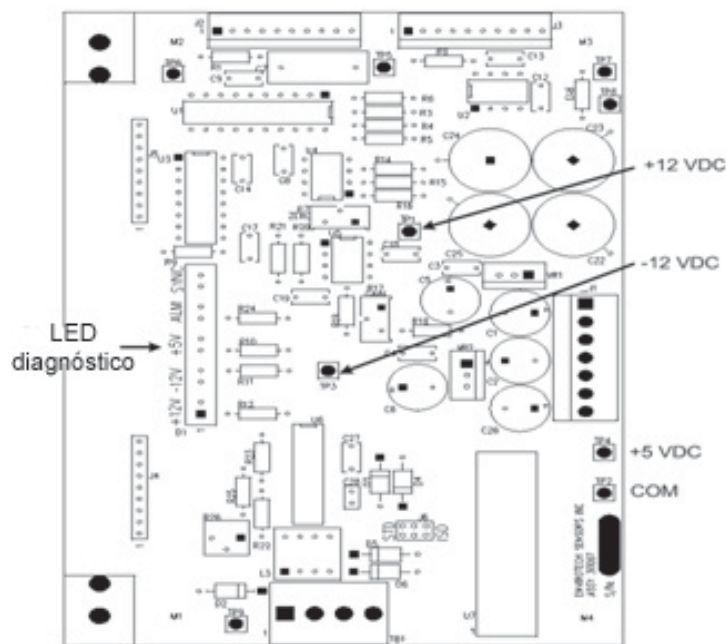

Figura 5.3.2-1 Puntos de prueba para diagnóstico del Procesador de Señal
1. Medir los voltajes de la alimentación en TP1, TP3 y TP4 del Procesador de Señal PCB, como se muestra en la Figura 5.3.2-1 y verifique que se encuentran dentro de las tolerancias indicadas en la tabla 5.3.2-1. Utilice el TP2 como referencia de tierra.
- **Recambio:** Instalar y apretar los 2 tornillos que unen la nueva Fuente de Alimentación AC a la placa base. Conectar el conector blanco de 7 pines al J1 del Procesador de Señal PCB. Reinstalar la placa base en la caja y apretar los 4 tornillos de las esquinas. Reconectar el cable de tierra verde/amarillo desde el remache de tierra de la Caja Principal al remache de tierra de la placa base. Reconectar la entrada de alimentación AC según la Figura 5.3.2-2 y A1 según sea necesario. Reconectar los cables de señal de usuario según se especifica en la Sección 2.4.